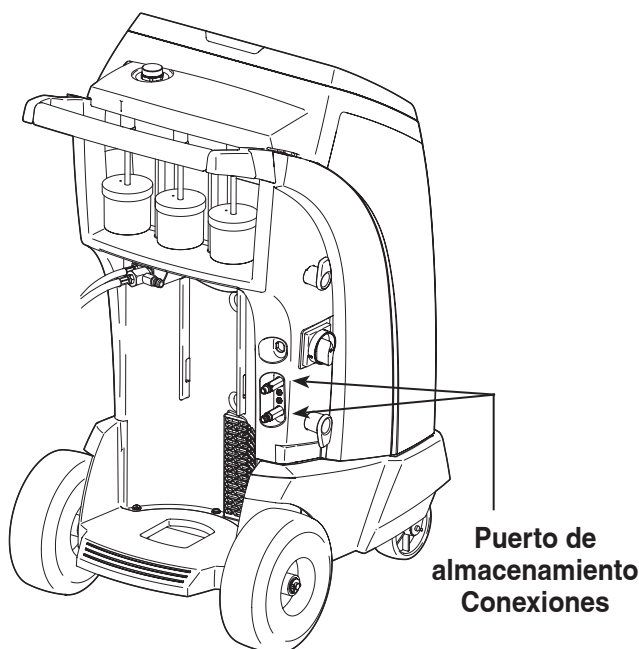

Figura 8
1. Conecte las mangueras de servicio a las conexiones de las tomas de almacenamiento de la máquina (se muestra en la figura 8).